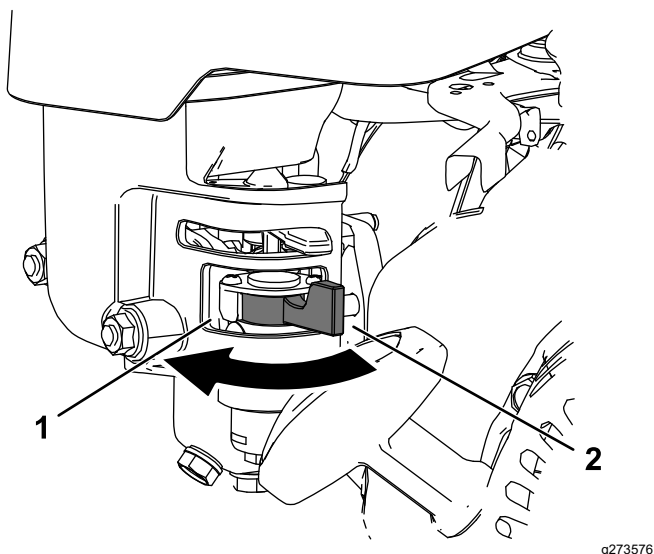

Рисунок 22
- Чтобы открыть топливный клапан, поверните рычаг отсечного топливного клапана в сторону рукоятки механического стартера (Рисунок 22).
- Чтобы закрыть топливный клапан, поверните рычаг отсечного топливного клапана в сторону от рукоятки механического стартера (Рисунок 22).